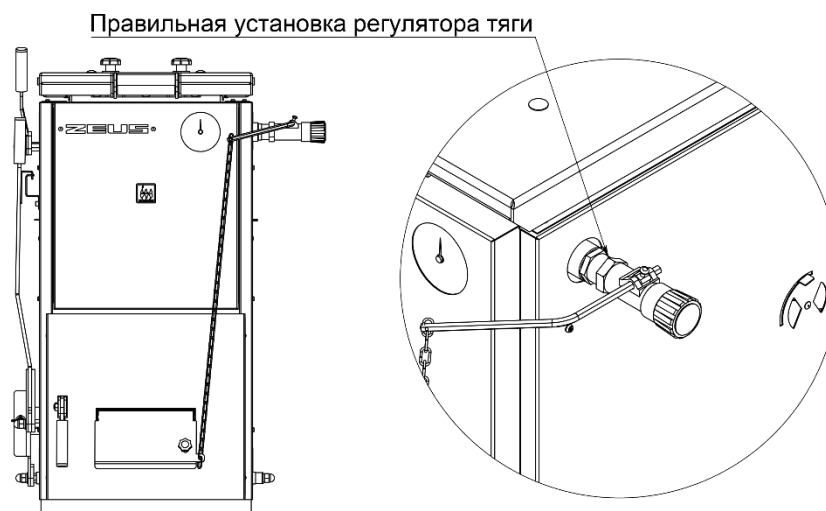

Рис. 9 Установка регулятора тяги
2. Выньте транспортировочную пластмассовую трубку и вместо нее вставьте шестигранный рычаг передней стороной, в которой нет отверстия и зафиксируйте рычаг затянув винт. Вставьте большой крючок цепочки в отверстие рычага. Регулятор тяги при этом должен быть установлен зажимным винтом вверх (рис. 9).